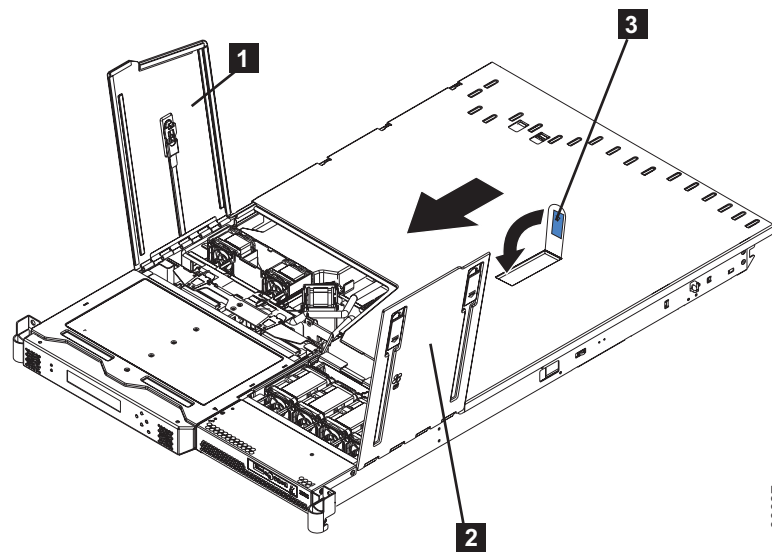

図 75. アクセス・ドアを開いた状態の SAN ボリューム・コントローラー 2145-8F2
3. カバーが SAN ボリューム・コントローラー 2145-8F2 上のすべての差し込みタブと正しく噛み合うまで、カバー解放ラッチ **3** (図 75 を参照) を押し下げます。